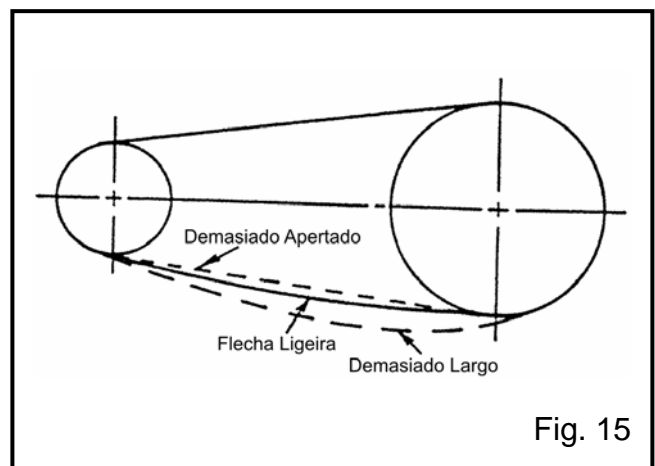

Fig. 15
PASSO 1. Reduzir a distância entre centros para que as correias possam passar sobre as polias e entrar ranhuras sem serem forçadas sobre os lados das ranhuras. Disponha as correias para que ambos os vãos da correia tenham aproximadamente a mesma flecha entre as polias. Aumentar a distância entre centros para aplicar tensão às correias, até que estas estejam acomodadas, ver Fig. 15.